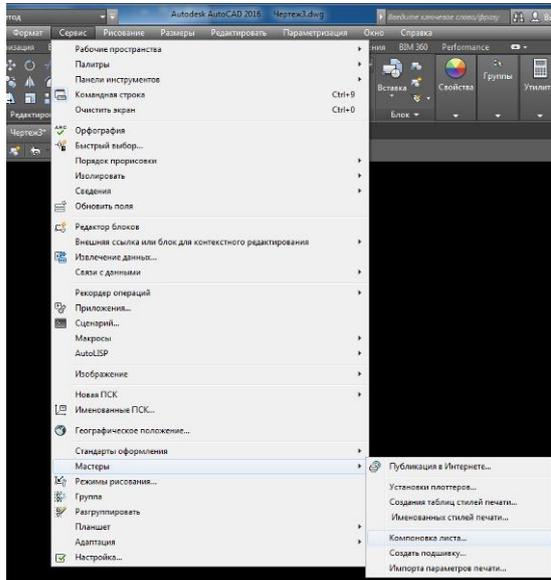
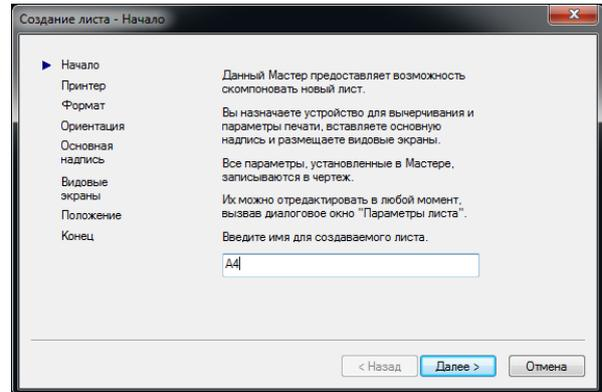

Рис.8
Рис.9.
9.1. В меню выберите пункт *Сервис* ⇒ *Мастера* ⇒ *Компоновка листа...* (рис.8). Откроется первое окно мастера (рис.9). Задайте имя компоновки в поле имени.